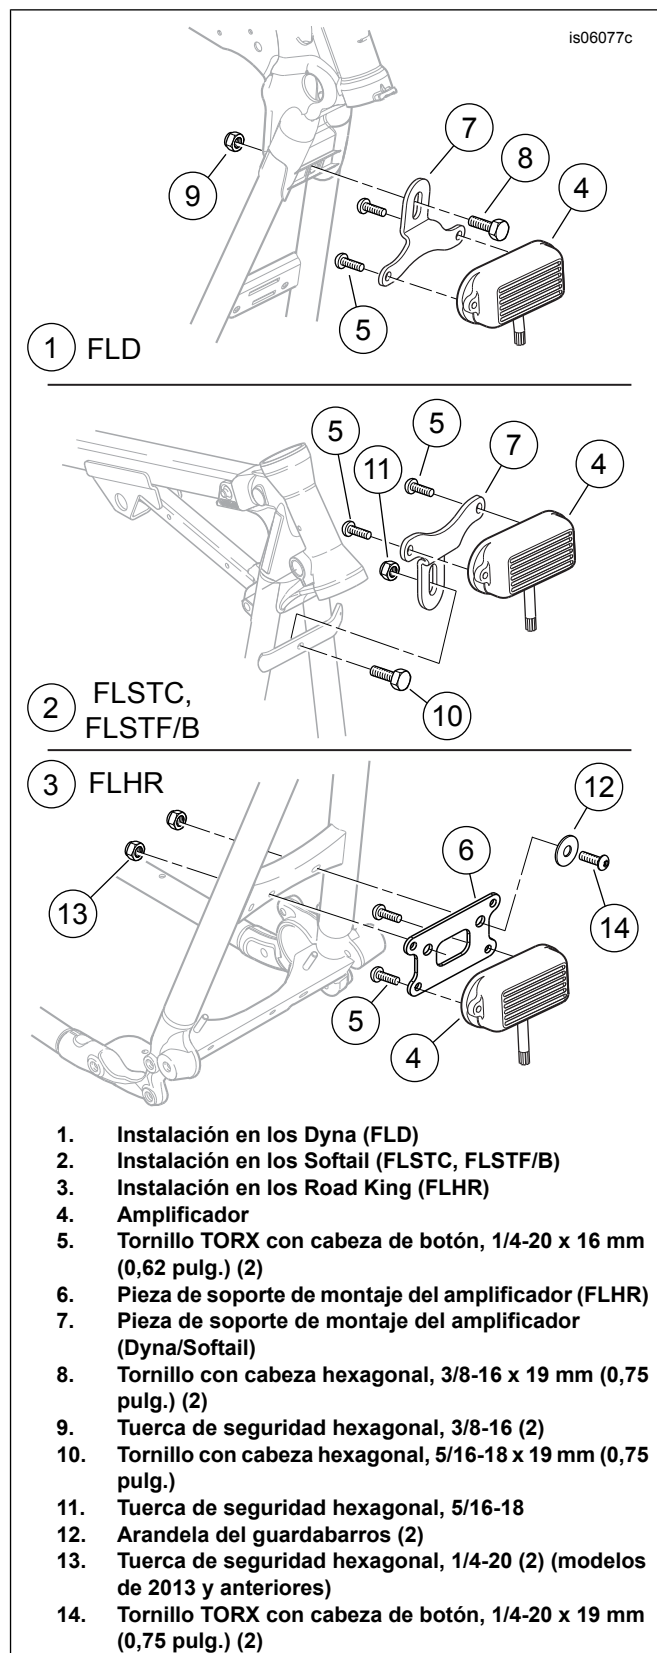

Figura 1. Instalación del amplificador y de la pieza de soporte
2. Vea la Figura 1. Instale el amplificador (4, parte del conjunto del arnés de cables) en la pieza de soporte con los tornillos (5) y apriete a 7,4 N·m (65 in-lbs).
- **Para los modelos Dyna:** Seleccione un tornillo (11) y una tuerca de seguridad (12) del kit.
- **Para los modelos Softail:** Seleccione un tornillo (13) y una tuerca de seguridad (14) del kit.
- **Para los modelos Road King:** Seleccione dos tornillos (17), dos arandelas (15) y dos tuercas de seguridad (16) del kit.
4. Vea la Figura 1. Instale el amplificador y la pieza de soporte en el travesaño de la estructura, entre los tubos verticales delanteros, como se muestra.